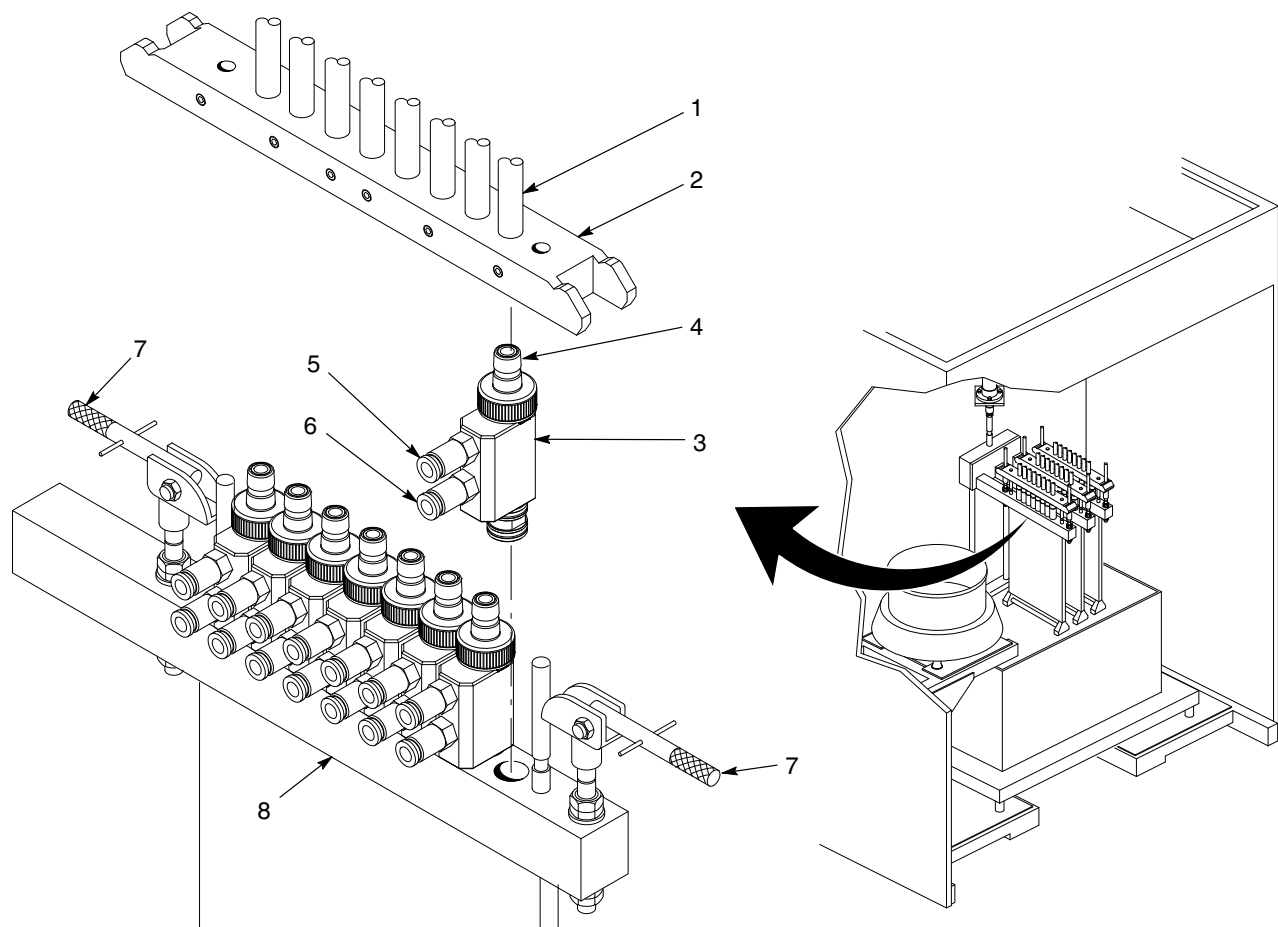

Figure 2 Dépose et installation des pompes en ligne sur les blocs lances
3. Voir la figure 2. Amener les poignées de serrage (7) en position basse.
4. Soulever le distributeur de tuyaux d'alimentation (2) pour le dégager des pompes. Veiller à ne pas endommager les étranglements à venturi des pompes (4). Souffler le distributeur de tuyaux d'alimentation et les pompes.
5. Débrancher les tuyaux à air des raccords d'alimentation en air de débit (6) et d'atomisation (5) de la pompe.
6. Tirer la pompe (3) hors du bloc distributeur (8) en faisant un léger mouvement de torsion.
1. Voir la figure 2. Enfoncer la pompe (3) dans le bloc distributeur (8) jusqu'à ce que l'extrémité affleure au fond du bloc.
2. Relier les tuyaux à air de débit et air d'atomisation aux raccords (6) et (5) correspondants de la pompe.
3. Installer le distributeur de tuyaux d'alimentation (2) sur les étranglements à venturi des pompes (4).
4. Amener les poignées de serrage (7) en position haute.